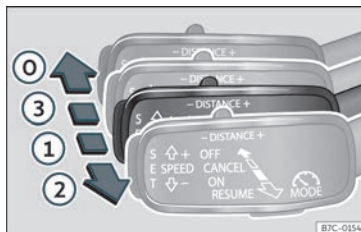
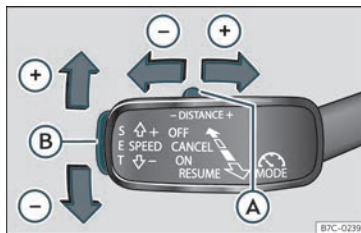

Fig. 217 À esquerda da coluna de direção: terceira alavanca para utilizar o controlo adaptativo de velocidade.
Fig. 218 À esquerda da coluna de direção: terceira alavanca para utilizar o controlo adaptativo de velocidade.
- Para ativar o ACC mova a terceira alavanca para a posição **ON** >>> **Fig. 217 (1)**. Neste momento o ACC não está ativo nem há velocidade programada.
- Em seguida pressione o botão **SET** >>> **Fig. 218 (B)** ou desloque a alavanca para a posição **RESUME** >>> **Fig. 217 (2)**. Neste momento ativa-se o ACC, programa-se a velocidade
- Caso deseje aumentar a velocidade em intervalos de 1 km/h (0,6 mph), desloque a alavanca para a posição **RESUME** >>> Fig. 217 D], para a reduzir pressione o botão **SET** >>> Fig. 218 E].
- Para aumentar ou reduzir o nível de distância desloque o botão (A) para a direita ou para a esquerda >>> Fig. 218.
- Para desligar o ACC mova a alavanca para a posição **OFF** (fixa) >>> Fig. 217 (C)]. Nesse momento, aparece o texto **ACC desativado** e a função fica completamente desativada.